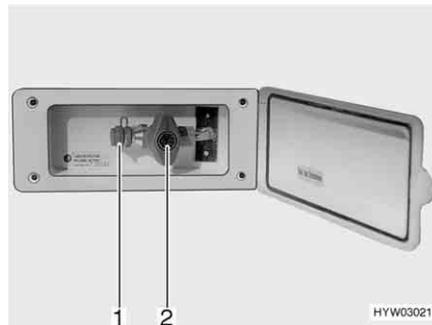

Fig. 100 Raccordement externe de gaz avec robinet d'arrêt de gaz fermé
Le raccordement externe de gaz (Fig. 100) se trouve, selon les modèles, à l'arrière ou sur le côté gauche ou droit du véhicule.
- Raccorder l'appareil à gaz externe sur le raccord (Fig. 100,1).
- Ouvrir le robinet d'arrêt de gaz (Fig. 100,2).